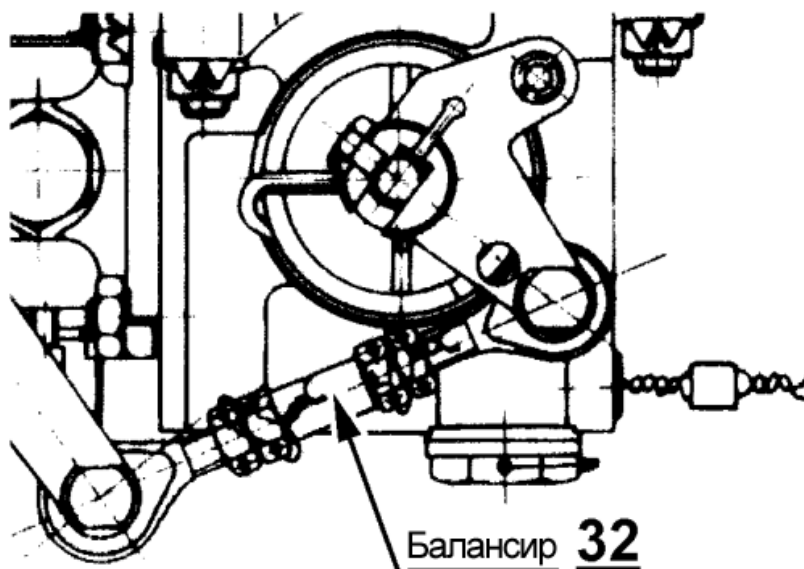

Рисунок 11-24 Балансир 32 – регулировка и фиксирование
- г) После регулировки и замеров зазоров подтяните обе гайки балансира элемент **32** (Рисунок 11-24 – левая и правая резьба) и зафиксируйте их связывающей проволокой.